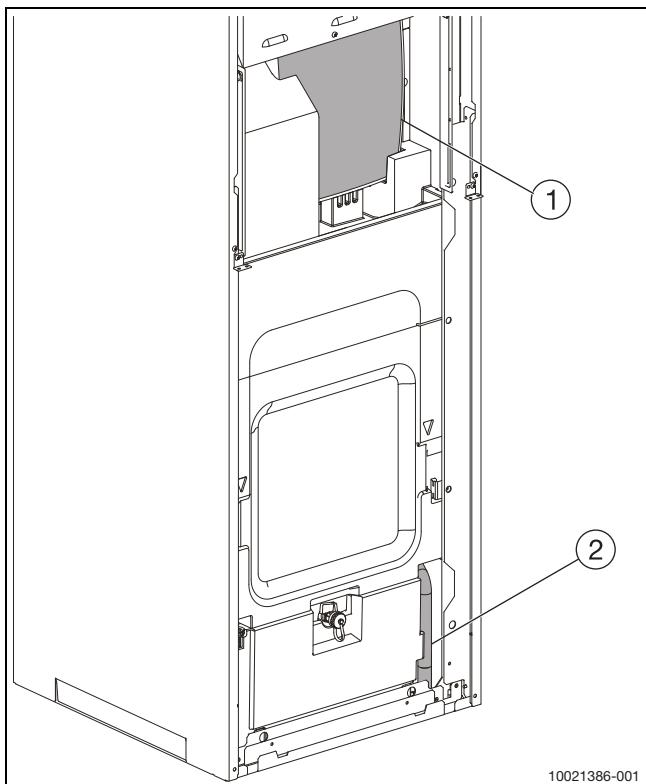

Bild 12 Vorderansicht Ablassschlauch
- Ablaufschlauch und Sicherheitsventil an einen Ablauf anschließen (siehe Abb. 12 und 13).
- Ablaufschlauch ([2], Abb. 12) an einen frostgeschützten Ablauf oder direkt an einen Wandablauf anschließen.